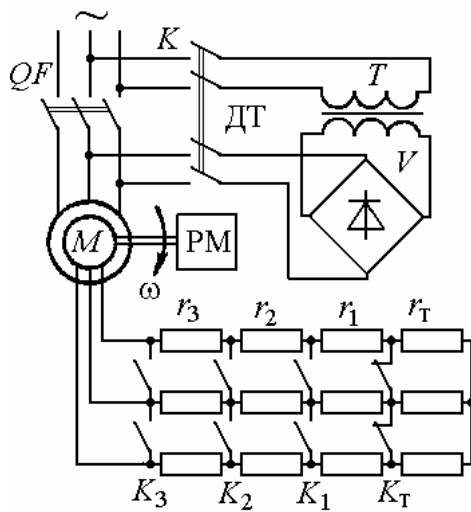
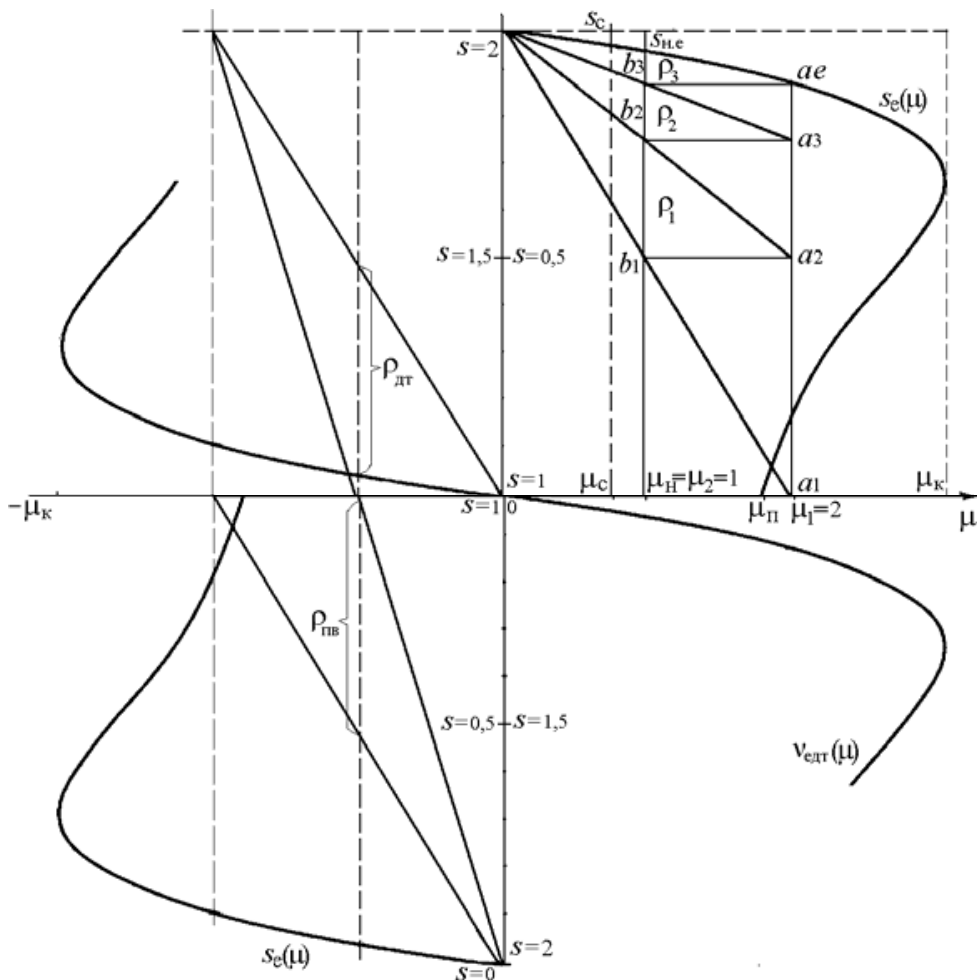

Рис.13. Схема реостатно-релейного пуска и торможения АДФР
Рис.14. Механические пусковые и тормозные характеристики АДФР
**Задача 22.** Для привода с асинхронным двигателем с фазным ротором и реостатно-релейным управлением (рис.13) построить статические характеристики реостатного пуска и рассчитать ступени пускового реостата (рис.14). Номинальные данные асинхронного двигателя привода:  $P_H = 22$  кВт;  $U_{1H} = 380$  В;  $I_{1H} = 50$  А;  $s_H = 0,06251$ ;
**Задача 23.** Определить вид переходных процессов и построить характеристики изменения момента и скорости двигателя при реостатно-релейном пуске привода с асинхронным двигателем при постоянном моменте нагрузки ( $\mu_1 = \text{const}$ ). Двигатель имеет данные  $P_n = 22$  кВт;  $\omega_0 = 104,5$  рад/с;  $s_n = 0,0625$ ;  $J_{\delta} = 0,5$  кгм2. Приведенные параметры механизма:  $M_c = 0,5M_n$ ,  $J_{пр} = 0,5$  кгм2. Привод пускается в три ступени при  $\mu_1 = 2$  и  $\mu_2 = 1$  (см. задачу 22). Механические характеристики и характеристики пуска приведены на рис.14, 15.
**Задача 24.** Для схемы асинхронного привода с реостатным управлением по рис.13 определить величину сопротивления ступени тормозного противовключения  $r_T = r_{пв}$  при максимальном значении тормозного момента  $\mu_{T1} = 2$  и  $s_{T1} \approx 2$ . Номинальные данные двигателя привода приведены в задаче 22.
2. По графику пусковых характеристик  $m = 3$ ,  $\mu_1 = 2$ ,  $\mu_2 = 1$  и сопротивление противовключения  $r_T = r_{пв}$  (см. рис.14).
**Задача 25.** Для схемы асинхронного привода с реостатным управлением (см. рис.13) определить величину напряжения постоянного тока, подаваемого взамен переменного в статор двигателя, и величину сопротивления динамического торможения  $r_{dT1}$  для  $\mu_{dT1} = 1$  при  $v_{dT1} = 0,9375$ . Соединение обмоток статора - звезда. Номинальные данные двигателя привода приведены в задаче 22. Для расчета напряжения питания двигателя постоянным током принять омическое сопротивление фазы статора двигателя  $r_{1\phi} = 0,24$  Ом.